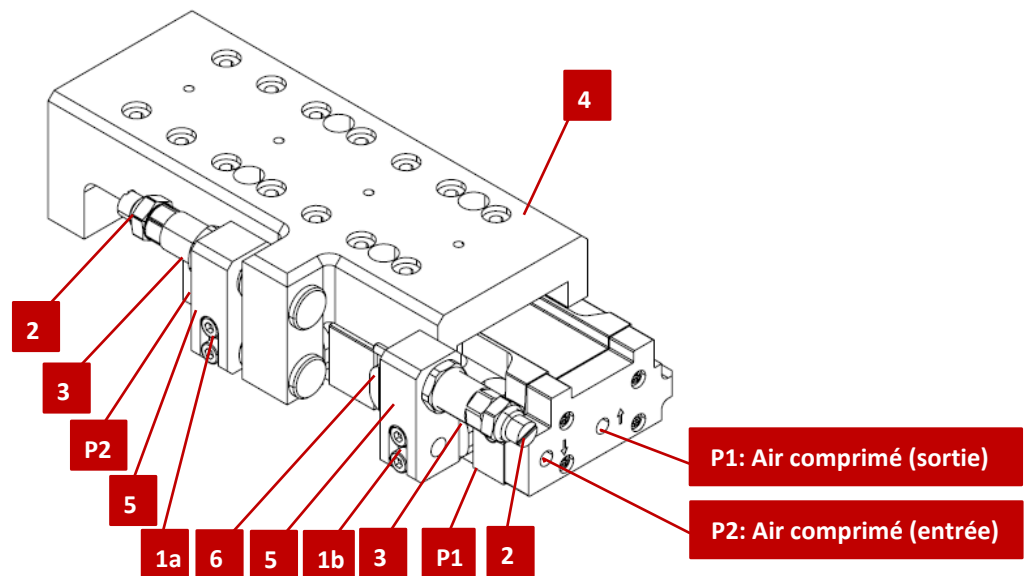

Fig. 23 Installation et réglage du chariot compact
1. Raccordez l'air comprimé à P1 (Fig. 23, P1) (chariot sortie).
2. Desserrer la vis de serrage (Fig. 23, 1).
3. Réglez la position en tournant la douille de butée (Fig. 23, 3).
4. Réglez l'amortisseur en le tournant (Fig. 23, 2).
5. Serrez la vis de serrage (Fig. 23, 1a).
6. Raccordez l'air comprimé à P2 (Fig. 23, P2) (chariot rentre).
7. Desserrer la vis de serrage (Fig. 23, 1).
8. Réglez la position en tournant la douille de butée (Fig. 23, 3).
9. Réglez l'amortisseur en le tournant (Fig. 23, 2).
10. Serrez la vis de serrage (Fig. 23, 1).